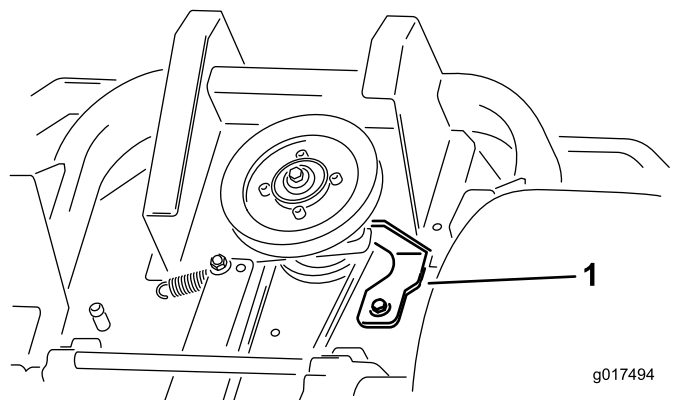

Figure 63
- Déposez butée d'embrayage (Figure 63).
9. Reposez butée d'embrayage (Figure 63).